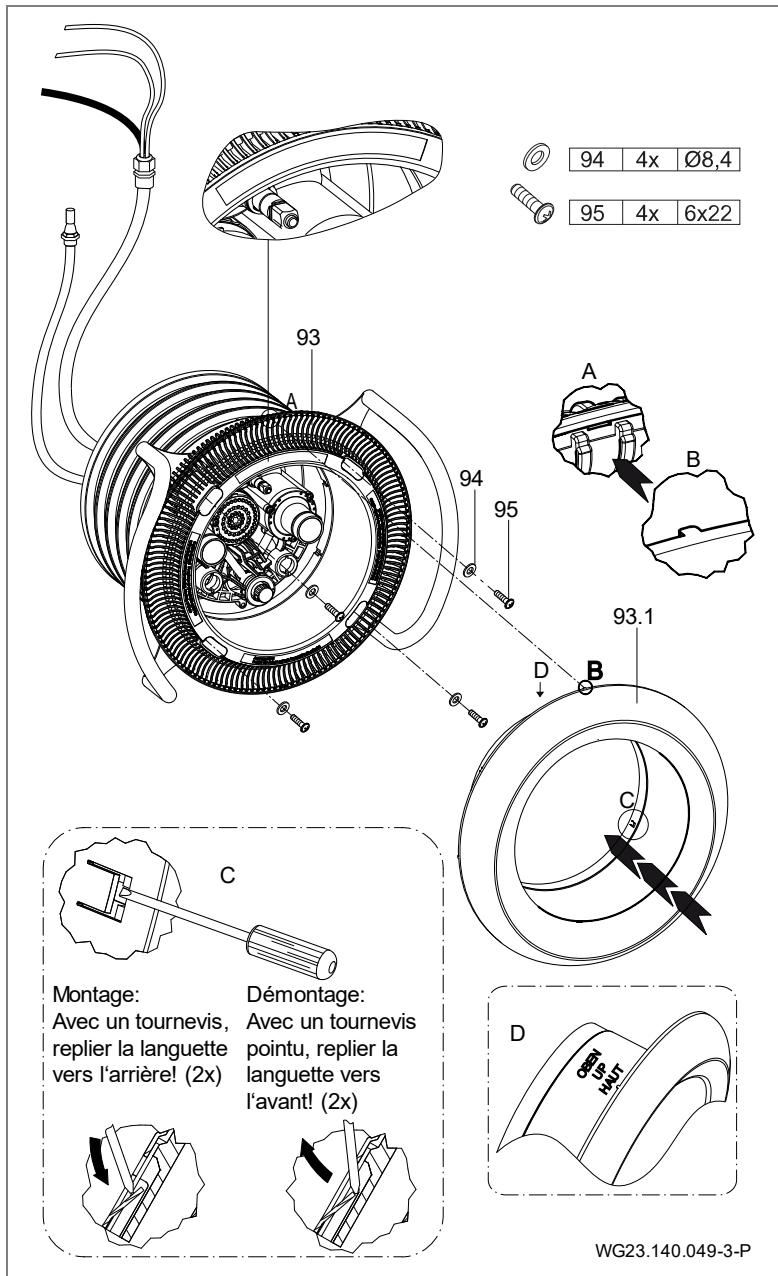
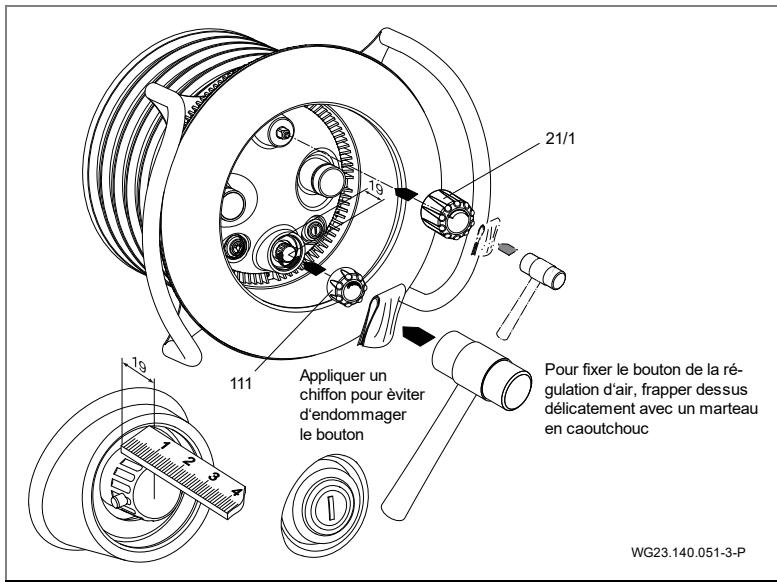

Fig. 18
Fig. 20
Primavera Deluxe : Enfoncer avec précaution les boutons-poussoirs piézo avec deux joints toriques montés dans le boîtier de boutons-poussoirs sur le boîtier de buses. Le cas échéant, utiliser de la vaseline. (Fig. 18)
9. Placer le carter d'aspiration (93) sur le collier de serrage (28) et le fixer avec quatre rondelles (94) et quatre vis auto taraudeuses (95) (Fig. 11). (Fig. 18)
11. Centrer le couvercle de l'éclairage (110) sur le corps de buses (102.1) et le fixer avec quatre vis auto taraudeuses (112). (Fig. 20)
1. Retirer le capuchon de régulation du débit (21/1) et de l'air (111). Sur le modèle BADU JET Primavera Deluxe, il faut desserrer la vis sans tête avant d'enlever le capuchon. Voir "Fig. 20"
2. Desserrer les vis taraudeuses (112) et retirer le capot de lumière (110).
3. Plier les deux brides latérales du cache en acier inoxydable et le retirer. Voir "Fig. 18"
4. Desserrer les vis taraudeuses (95) et retirer le cache d'aspiration (93) ainsi que la poignée de maintien (70).
5. Desserrer les vis taraudeuses (61) si nécessaire. Retirer le boîtier des buses (102.1). Prendre garde ce faisant à la conduite d'air intérieure (4) fixée sur le boîtier de montage (1).
6. Desserrer les vis (52). Retirer la poignée (70), la bague de serrage (28) et le joint de la bague de serrage (27).